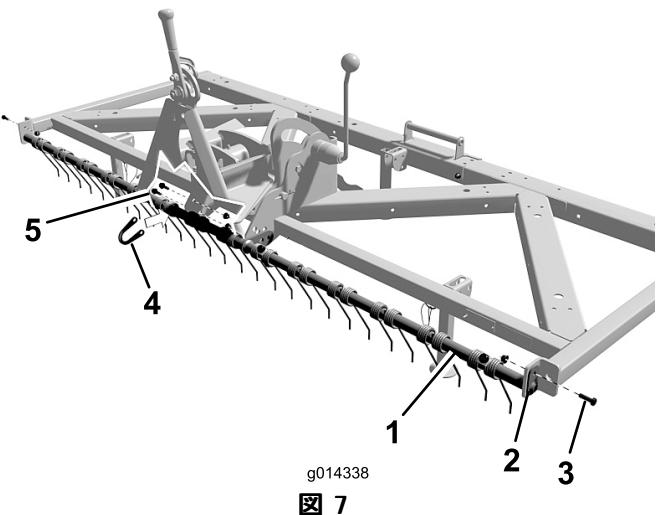

図 7
1. スプリング・タイン・ホルダーの各端部を、ターフ・ブルーマの前部の各端部に固定する；フラッグ・ピンと $5/16 \times 1$ インチ・ボルトを使用する。スプリング・タイン・ホルダーは 図 7 のように組み付ける。
2. リテナ・ブラケットと $5/16 \times 1$ インチ・ボルト（2本）を使って、スプリング・タイン・ホルダーをターフ・グルーマに固定する（図 7）。